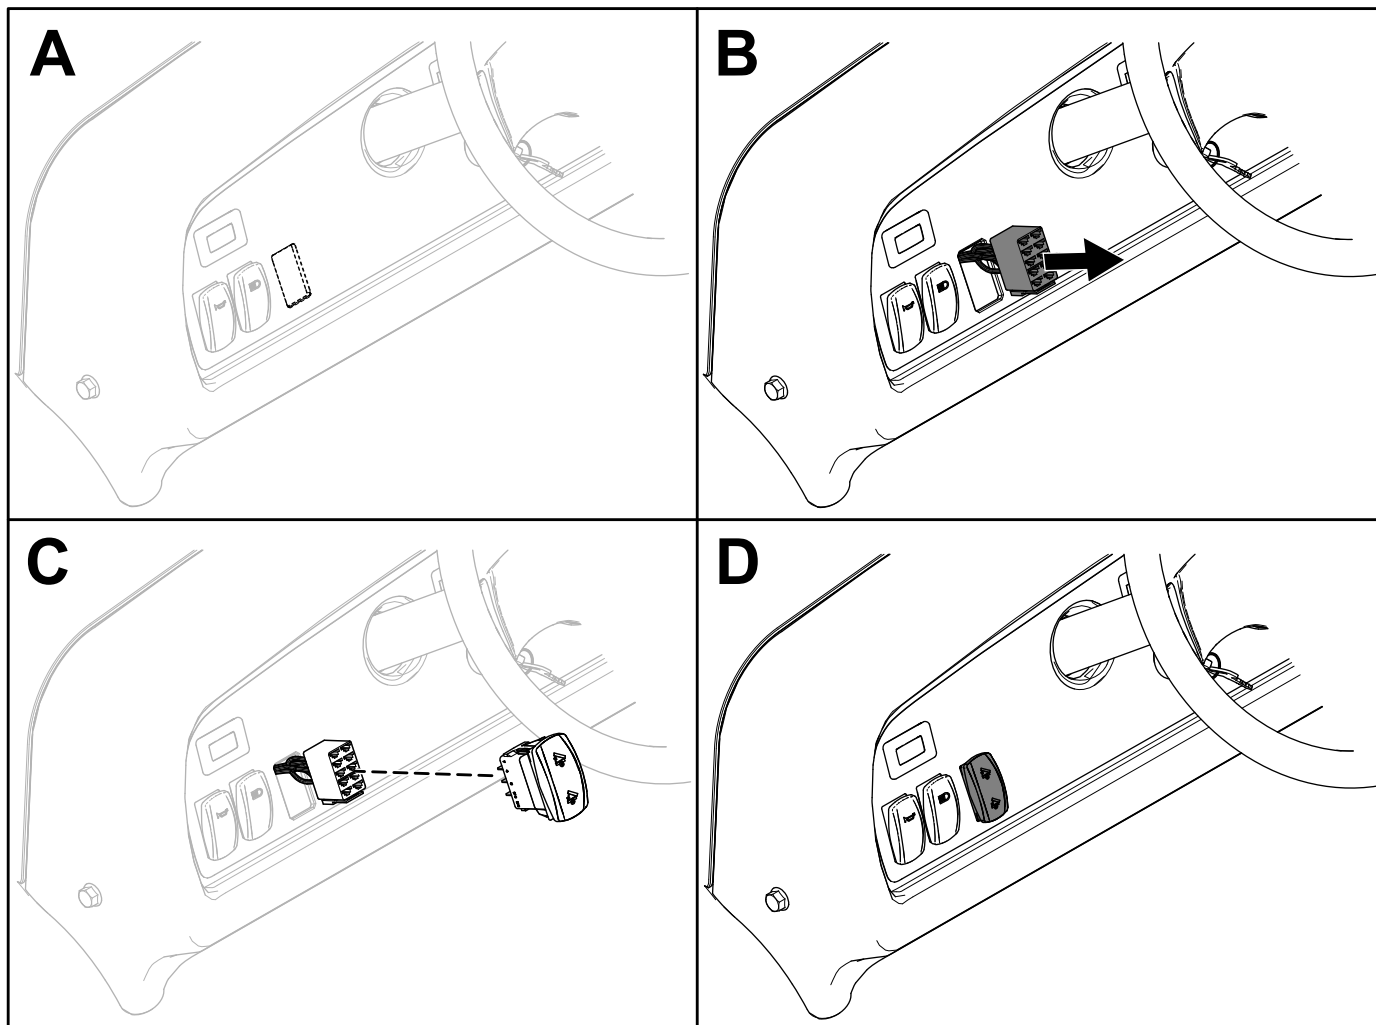

Рисунок 8
1. Вырежьте отверстие в наклейке на приборной панели для переключателя (вид А на Рисунок 8).
2. Вставьте разъем переключателя через отверстие в приборной панели (вид В на Рисунок 8).
3. Установите переключатель в разъем переключателя (вид С на Рисунок 8).
4. Убедитесь в правильной ориентации переключателя (вид D на Рисунок 8).